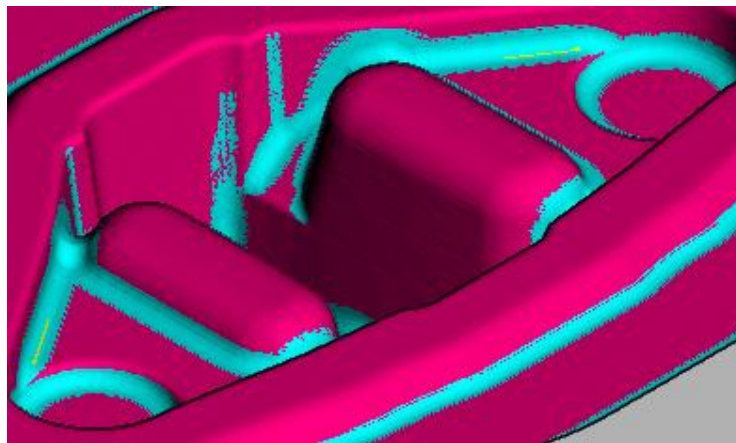

Figura 2.203 Vista con acercamiento de maquinado de superficies no tangenciales.
- Realizar zoom en las zonas maquinadas para visualizar cómo han quedado las superficies no tangenciales (Figura 2.203).